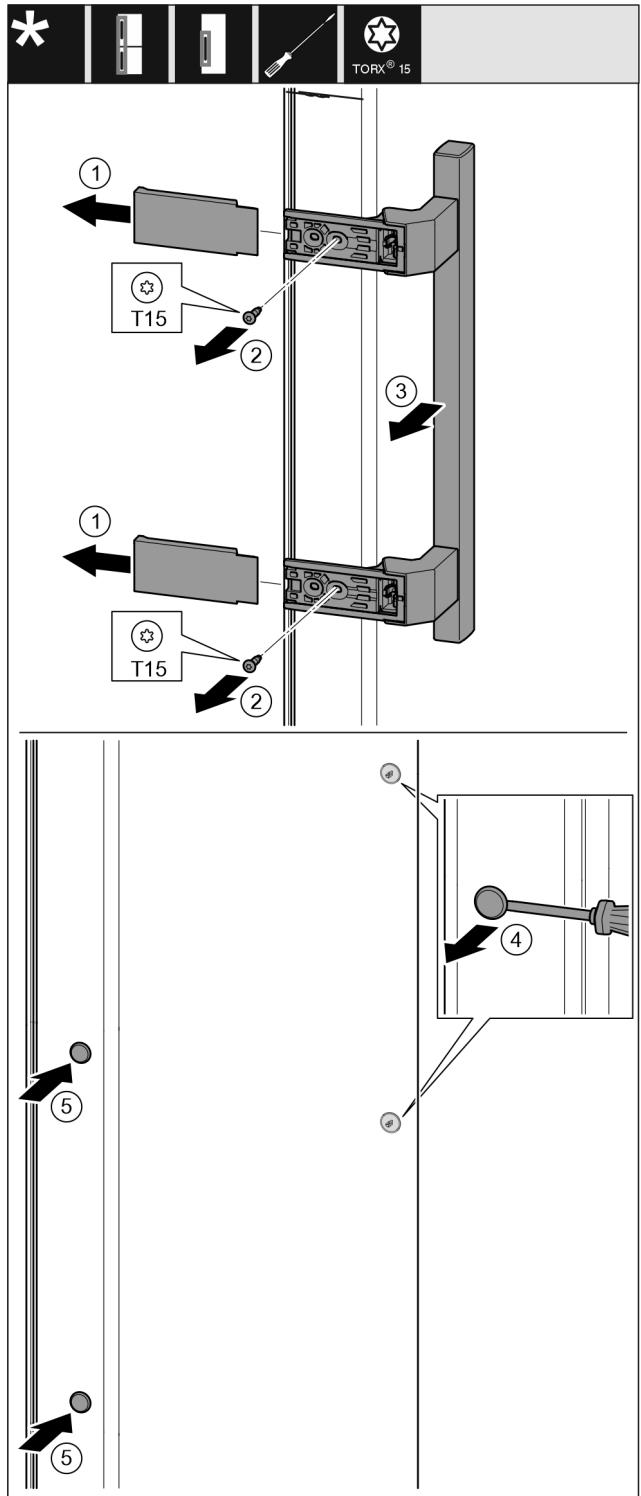

Fig. 16
- Trekk dekselet av. Fig. 16 (1)
- Skru ut skruene med skrutrekker T15. Fig. 16 (2)
- Ta av håndtaket. Fig. 16 (3)
- Løft sideproppen forsiktig opp med en skrutrekker, og trekk den ut. Fig. 16 (4)
- Sett proppen inn igjen på den andre siden. Fig. 16 (5)